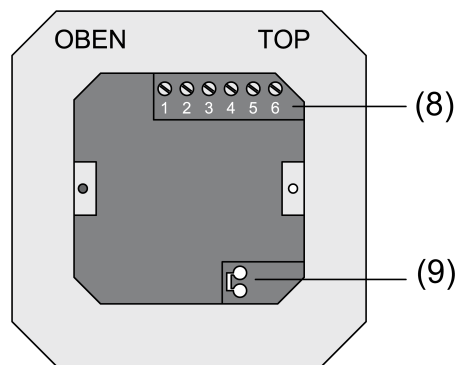
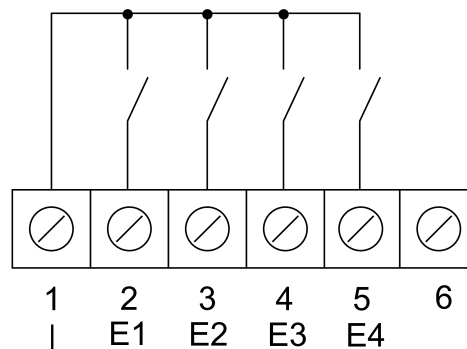
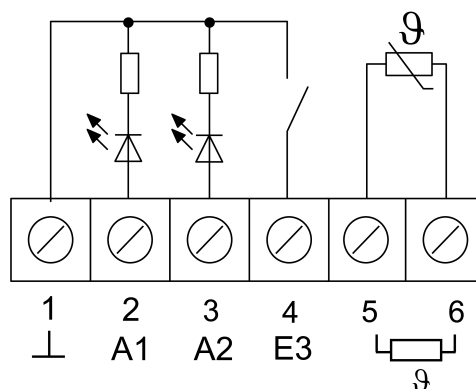

Bild 2
Bild 3
Bild 4
- Busleitung an die Anschlussklemme (9) im Klemmen-Einsatz einstecken (siehe Bild 2)
- Binäreingänge **E1...E4**: Schließer oder Öffner als Schalter oder Taster an den Klemmen 1 und 2...5 (siehe Bild 3) der Klemmleiste (8) (siehe Bild 2) anschließen.
- Binärausgänge **A1...A2**: LED oder elektronische Relais an den Klemmen 1 und 2, 3 (siehe Bild 4) der Klemmleiste (8) (siehe Bild 2) anschließen.
- Externen Temperaturfühler an den Klemmen **5** und **6** (siehe Bild 4) der Klemmleiste (8) (siehe Bild 2) anschließen.
- Klemmen-Einsatz (1) in Unterputz-Gerätedose einsetzen. Auf Beschriftung **OBEN / TOP** achten. Der Busanschluss (9) (siehe Bild 2) muss unten rechts liegen.